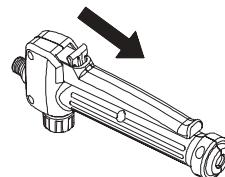

Abbildung 13
- Drücke zum Verrillgen den Hebel nach unten und ziehe den Verriegelungsknopf nach hinten, lasse dann anschließend den Hebel los. Siehe Abbildung 13.